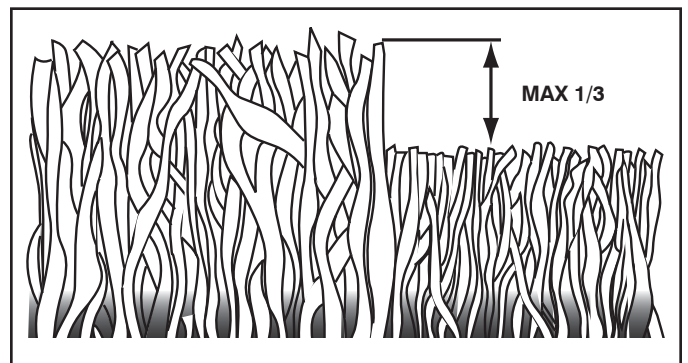

FIG. 14
- Para obtener los mejores resultados, ajuste la altura del corte de la segadora de modo que ésta corte solamente el tercio superior de las hojas de césped. En el caso de que el césped haya crecido demasiado, puede ser necesario el elevar la altura del corte para reducir el esfuerzo necesario para empujar la segadora y para evitar sobrecargar el motor, dejando montones de recortes de césped. Para un césped muy pesado, reduzca el ancho del corte pasando por encima del lugar anteriormente cortado y siegue lentamente (vea Fig. 14).